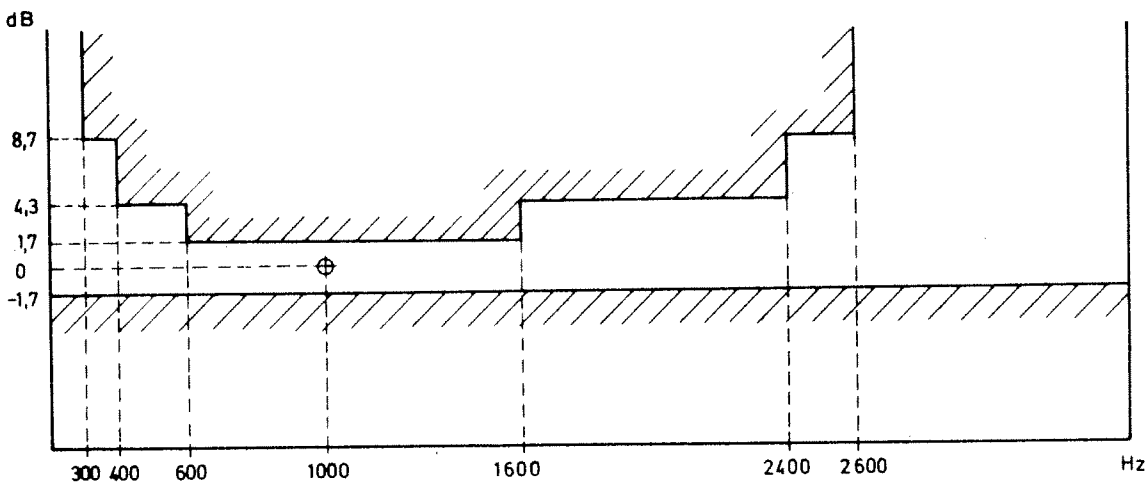

Bild 2. Toleransmall för dämpningsdistorsion, trådförbindelse
3.5.6 Kontrollera om dämpningsdistorsionen inom frekvensbandet är godtagbar, se tabell 1 och bild 2.